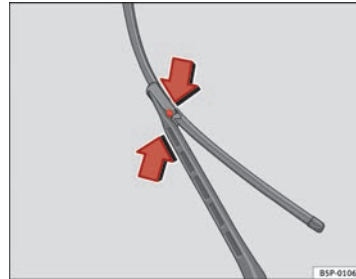

Abb. 172 Scheibenwischerblätter vorne austauschen
- Drücken Sie auf die seitlichen Sperren und ziehen Sie das Wischerblatt in Pfeilrichtung heraus ⇒ Abb. 172.